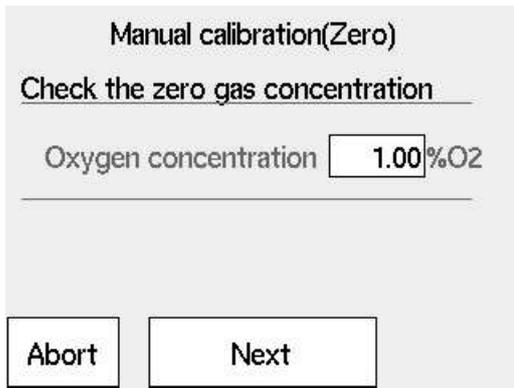

Figura 7.21 Verificação da concentração do gás zero
- (6) Selecione “Zero calibration”. A tela da Figura 7.21 aparece. Verifique se o valor da concentração de oxigênio na tela corresponde ao valor da concentração de oxigênio do gás de calibração realmente usado. Em seguida, selecione “Next”.